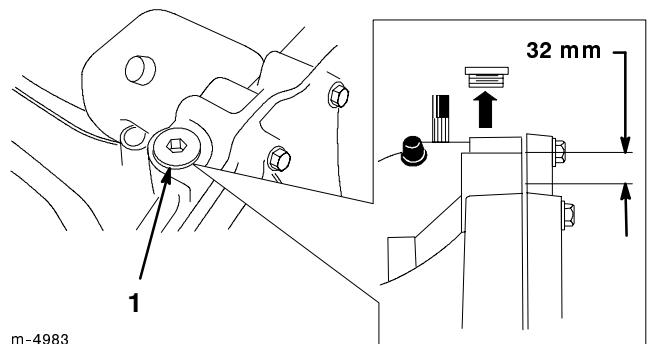

Figure 32
2. Nettoyez la surface autour du bouchon de remplissage (Fig. 32) pour éviter que des impuretés tombent dans le réservoir quand vous faites l'appoint de liquide.
3. Enlevez le bouchon de remplissage et vérifiez le niveau de liquide. Le niveau ne doit pas être à moins de 32 mm du haut de l'orifice de remplissage (Fig. 32). Ajoutez de l'huile au besoin.